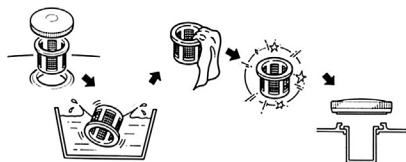

**Рис. 16 Топливные фильтры**
4. При незначительном загрязнении промойте поролоновый фильтрующий элемент 5 (Рис. 16) теплым мыльным раствором и просушите. Поврежденный или сильно загрязненный поролоновый фильтрующий элемент замените.
В топливном баке установлены два сетчатых топливных фильтра. Один фильтр устанавливается в заливной горловине топливного бака. Второй фильтр конструктивно объединен со штуцером топливного бака и установлен внутри бака (Рис. 16).
3. Выкрутите из топливного бака выходной штуцер 4 и произведите его очистку (Рис. 16). Внимательно осмотрите сетчатый фильтр. При обнаружении механических повреждений замените штуцер топливного бака.